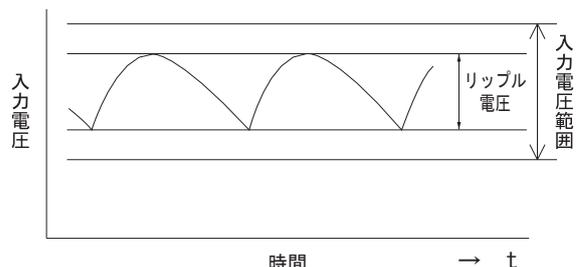

図 2.1 入力電圧のリップル
(4) 入力電源
- 入力電圧に含まれるリップル電圧 (図 2.1) は、以下のようにご使用ください。この値が大きいと出力リップル電圧が大きくなります。